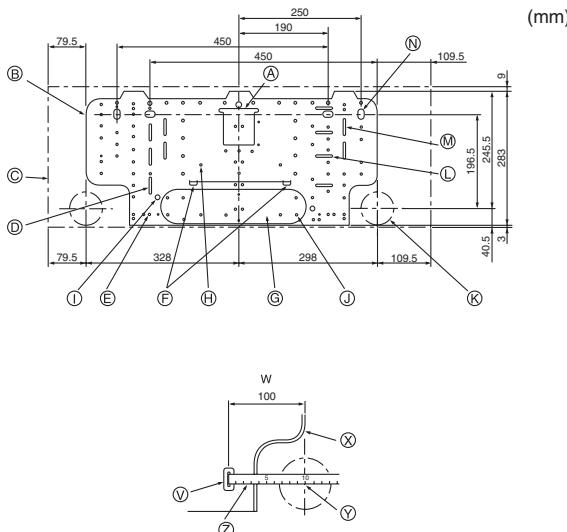

Fig. 3-1
- ESERCIZIO 3: COMANDI A DISTANZA CON IR (fig. 3-1)
- ① Inserire l'alimentazione almeno 12 ore prima della prova di funzionamento.
- ② Premere due volte il pulsante [TEST]. ➔ Display a cristalli liquidi "TEST RUN".
- ③ Premere il pulsante [Mode selection] (selezione modalità) e passare alla modalità raffreddamento (o riscaldamento). ➔ Accertarsi che il vento freddo (o caldo) venga soffiato fuori.
- ④ Premere il pulsante [Fan speed] (velocità del vento). ➔ Accertarsi di commutare sulla velocità del vento.
- ⑤ Premere il [tasto di direzione aria] o il [tasto Louver].
#### 3.1. Εγκατάσταση του εξαρτήματος της βάσης στήριξης (Fig. 3-1)